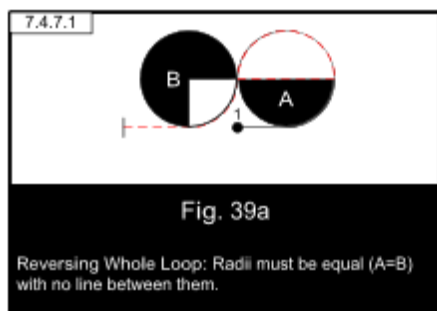

Fig. 39a
Les boucles retournées seront jugées selon les mêmes critères que les boucles complètes. Il ne devra y avoir aucune ligne entre le 1/4 et le 3/4 de boucle et le rayon de ces portions de boucle devra être de même rayon (Fig. 39a). Une ligne réalisée entre les deux segments de boucle sera pénalisée d'au moins deux (2) points selon la longueur de la ligne effectuée. Les tonneaux placés avant ou après la boucle retournée devront être exécuté sans segment de ligne entre le tonneau et la boucle. Une ligne réalisée sera pénalisée d'une déduction d'au moins deux (2) points selon la longueur de la ligne effectuée. Tout élément de rotation effectué à l'apex (en haut de la boucle) ou en bas de la boucle devra être jugé selon les règles pour les boucles complètes (paragraphe 8.7.4.a.)